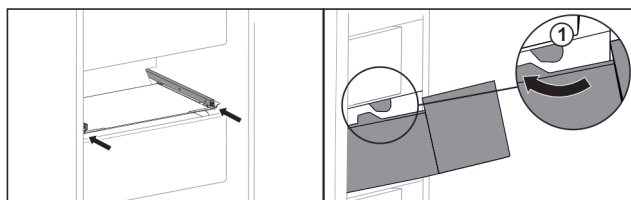

Fig. 40
- ▶ Lade rond de stoppers Fig. 40 (1) leiden.